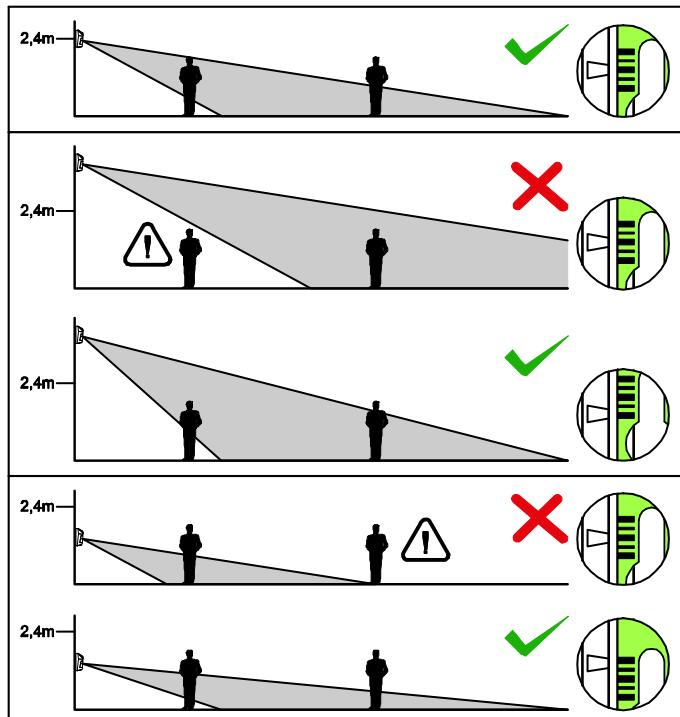

Рис. 3. Влияние высоты монтажа на защищаемую извещателем зону и способ позиционирования пироэлемента по отношению к линзе с целью оптимальной установки.
7 – градуировка для позиционирования пироэлемента по отношению к линзе (см.: таблицу 1 и рисунок 3).
- Закрепите плату электроники, учитывая высоту монтажа извещателя (см.: таблицу 1 и рисунок 3).